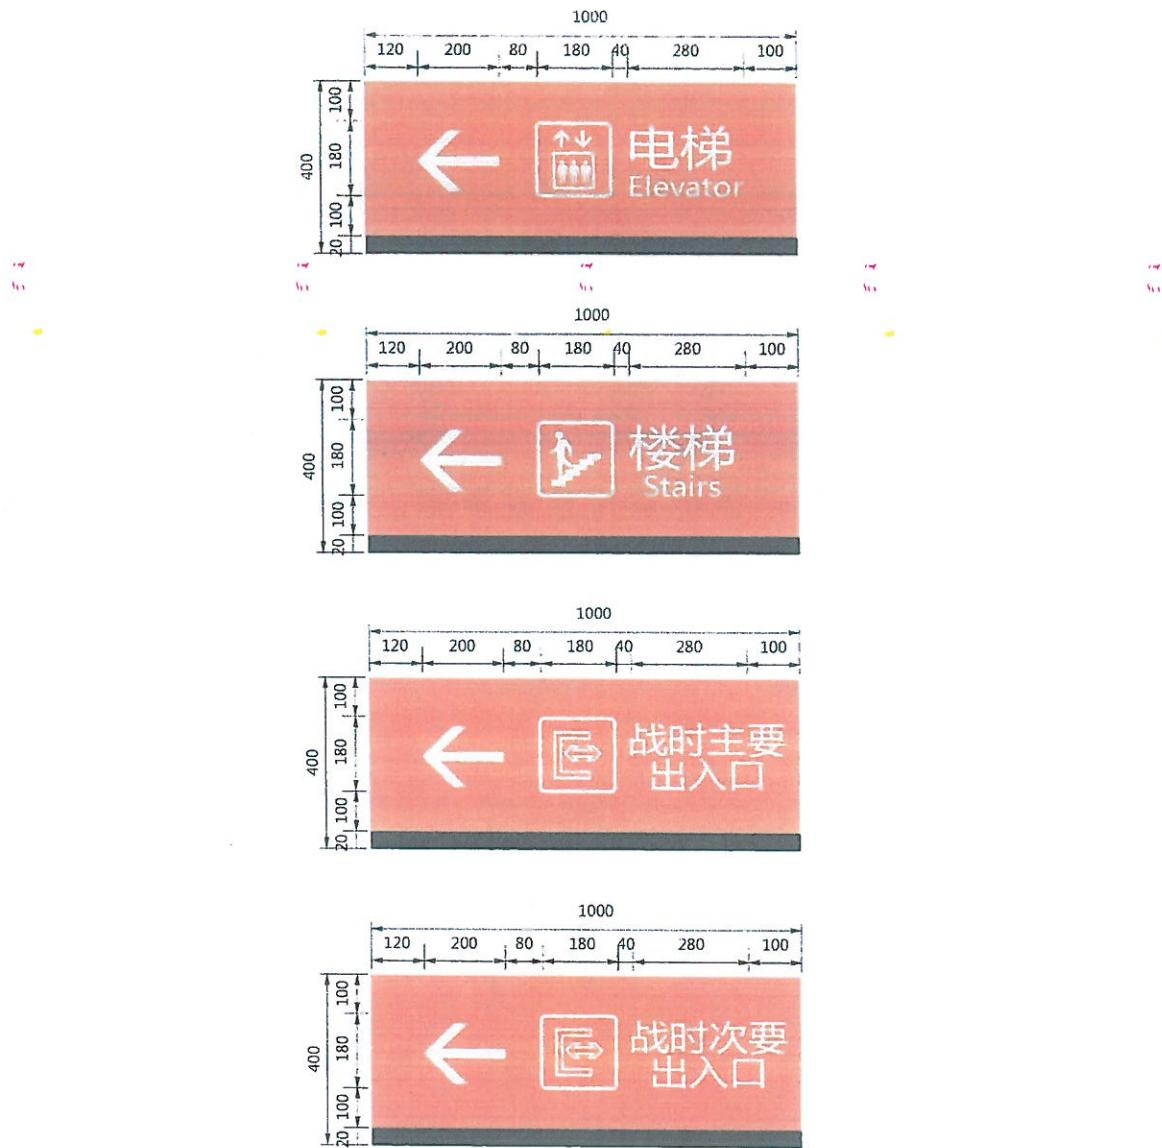

图 23 引导牌样式及尺寸示例
3.18 人防工程内部应在醒目位置悬挂电梯、楼梯、战时主（次）要出入口引导牌，材质应为厚度不小于 2 mm 的不锈钢折边彩喷，字体为微软雅黑，字母为 Times New Roman 字体，采用吊链进行固定，引导牌样式及尺寸示例见图 23。